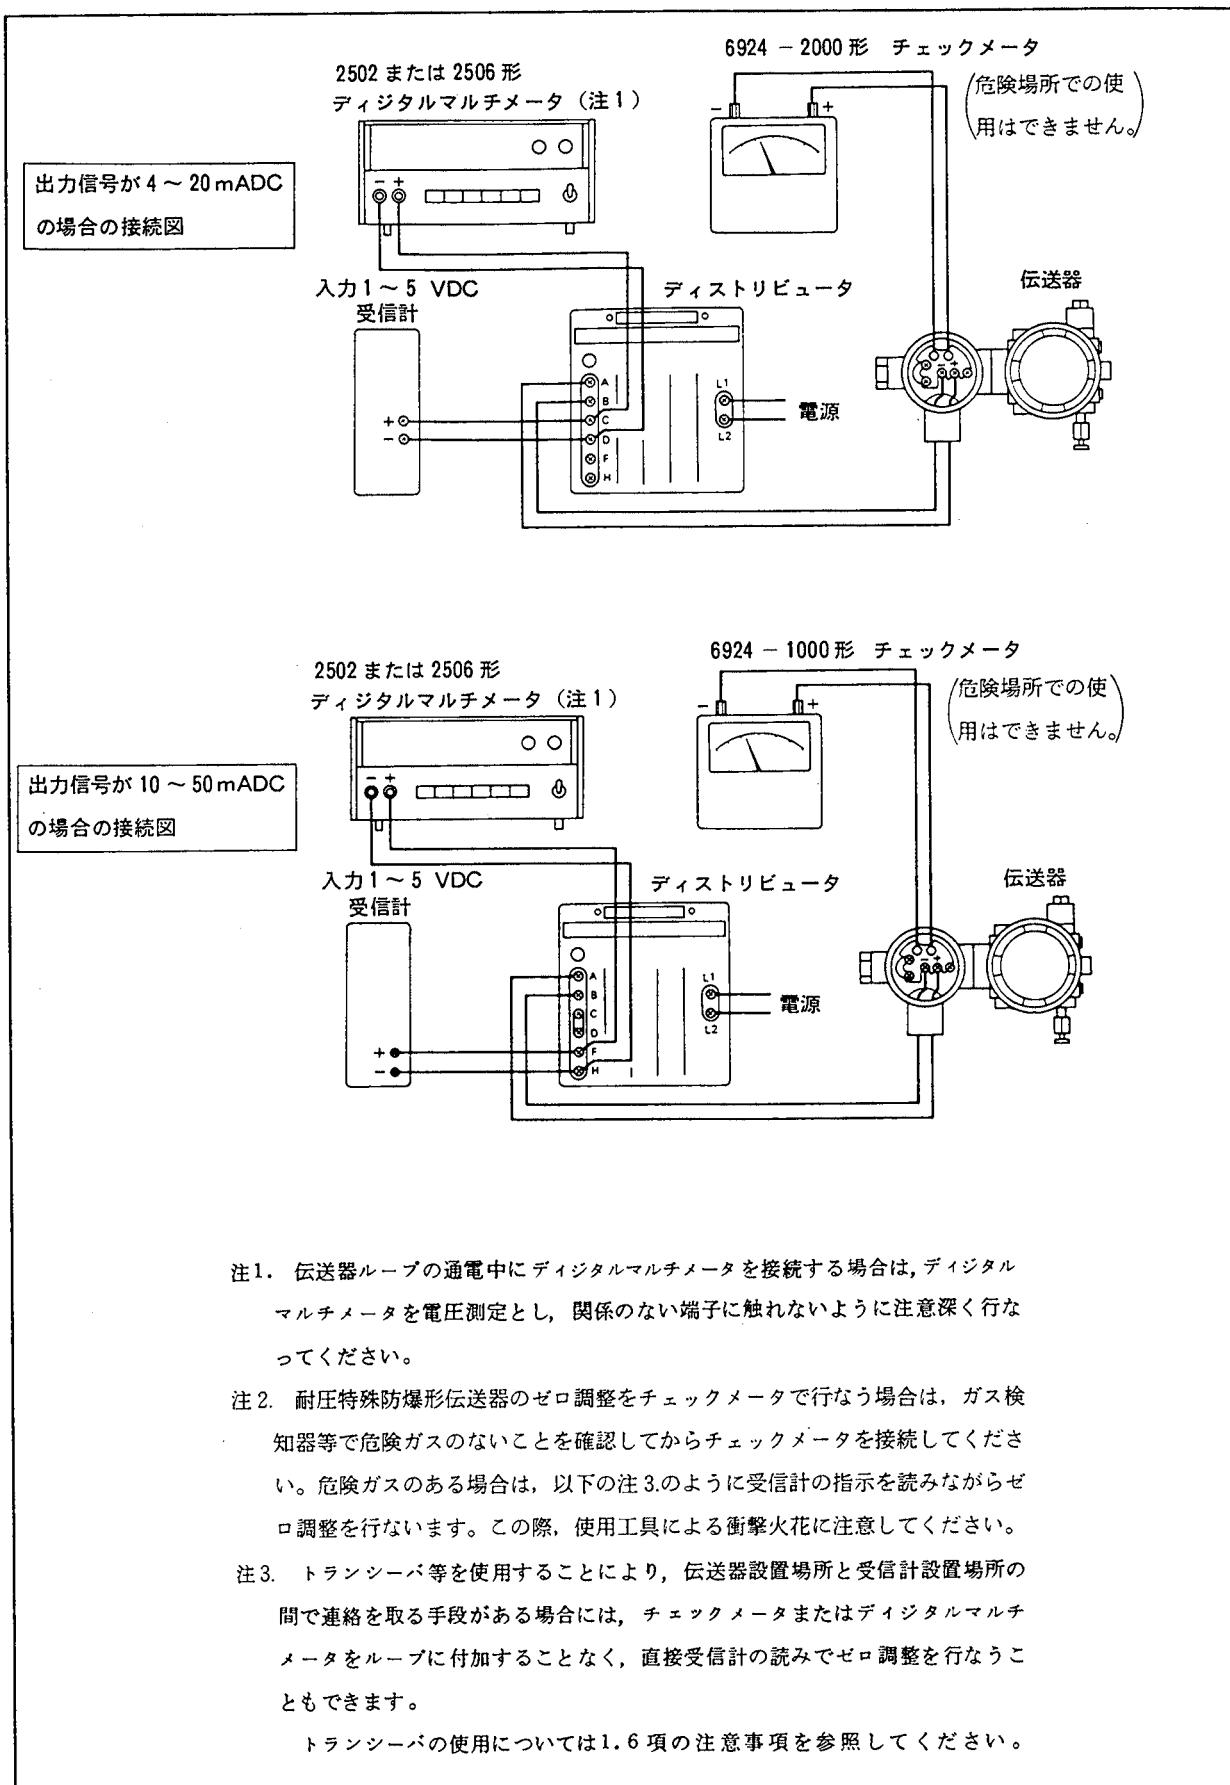

図 5.3 ゼロ調整接続図
- (1) 図5.3のように接続します。
- (2) 各機器の電源を投入し、プロセス接続口に使用レンジ内の圧力を加えて10分以上ウォームアップします。
- (3) プロセス接続口に基準絶対圧力を与えます（遷移機構付の伝送器の場合には、この絶対圧力を校正レンジの下限より低くしてはいけません）。
- (4) 5.3.1項で求めた基準絶対圧力に対する出力になるようにゼロ調整ねじをまわします（ディジタルマルチメータを使用している場合は、5.3.1項で求めた出力を電圧値に換算してください）。
- (5) 必要があれば受信計のゼロ調整を行ないます。チェックメータあるいはディジタルマルチメータをはずします。